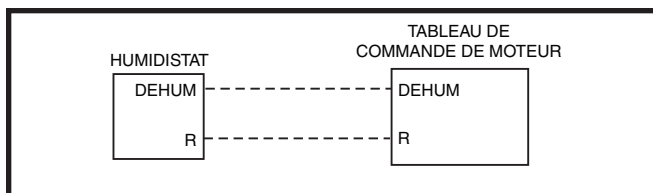

Figure 23. Configuration de câblage DEHUM avec humidistat
- Si le thermostat de la salle intègre un capteur d'humidité et une sortie **DEHUM**, brancher la sortie **DEHUM** du thermostat à la borne **DEHUM** du tableau de commande de moteur. Consulter la Figure 23 \(page 24\).